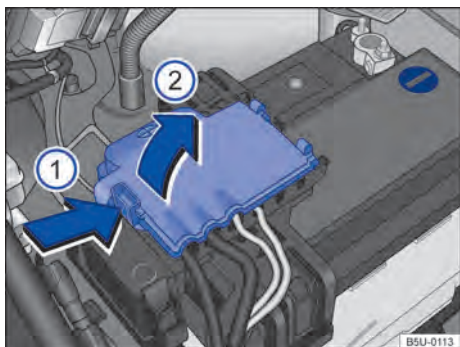

Fig. 183 Compartimento do motor: acesso ao terminal positivo da bateria.
- Abrir a cobertura do polo positivo. Para abrir pressionar a trava no sentido da seta ⇒ Fig. 183 , rebater a cobertura para o lado no sentido da seta .